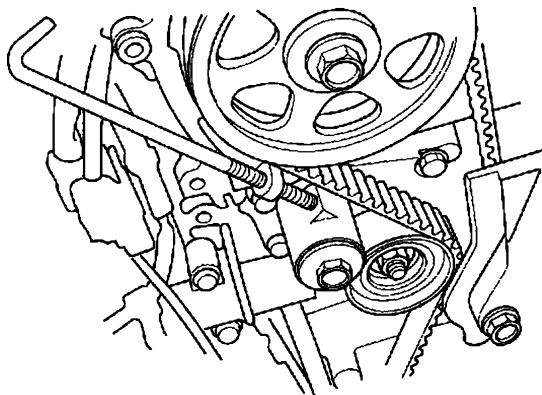

图 23-30 用螺栓固定正时带调节器
13) 按照图 23-30 所示, 用打磨好的螺栓把正时带调节器固定好, 并用手把螺栓拧紧。